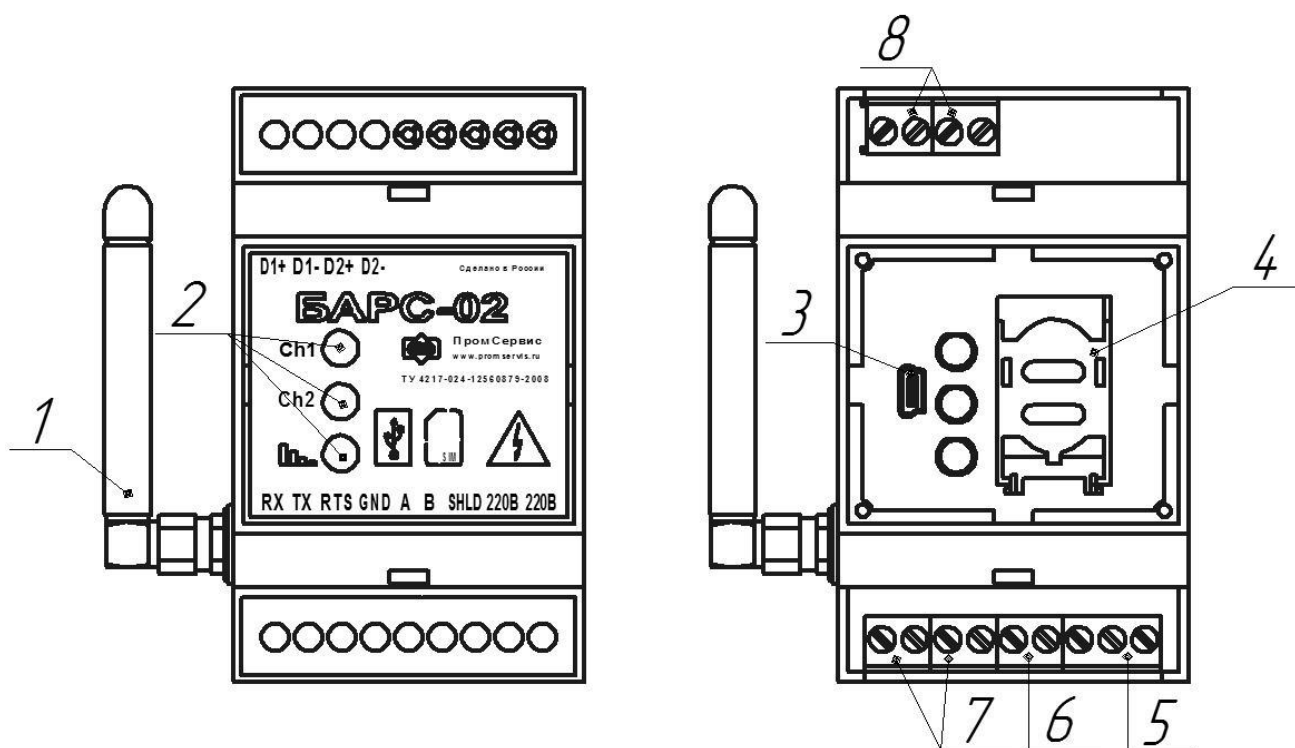

Рисунок 1 – Расположение основных элементов **БАРС-02-Р-1-П**
4.8 Сигнальные светодиоды соединения, расположенные на лицевой крышке блока БАРС-02-Р-1-П индицируют наличие соединения с серверами сбора данных по каждому каналу «Ch1», «Ch2» (Рисунок 1). При наличии соединения в режиме GPRS включается соответствующий номеру канала светодиод, при отсутствии соединения – выключается. При наличии соединения в режиме CSD включается светодиод «Ch1».
- Подключить виртуальный COM-порт ПК через кабель USB/miniUSB (далее USB-кабель) к разъему miniUSB тип В расположенному под крышкой корпуса (Рисунок 1 поз.3).
5.6 После подачи блоком светового сигнала индикатором «», расположенном на лицевой панели (Рисунок 1), не позднее 15 с нажать кнопку “ОК”. При сообщении об успешном соединении нажать кнопку “Считать из контроллера”, при этом текущие настройки отобразятся в соответствующих полях. Для **БАРС-02-Р-1-П** пользовательский интерфейс представлен на рисунке 4.
6.3 Подключить соединительный кабель от прибора учёта к контактам клеммных блоков (7,6) (Рисунок 1) согласно схеме подключения (Приложение Б, Рисунок Б.2, Рисунок Б.3).
6.4 При необходимости к контактам клеммных блоков (8) (Рисунок 1) подключить охранно-пожарные дискретные датчики, учитывая схему входных каскадов, представленную в приложении Б Рисунок Б.5.
6.6 Установить SIM-карту в держатель (4) (Рисунок 1) с активированной